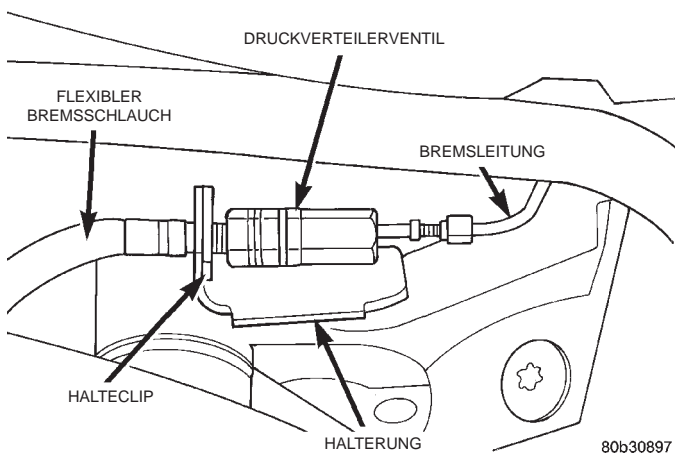

Abb. 60 Druckverteilterventil
(1) Fahrzeug mit einem am Rahmen anzusetzenden Wagenheber anheben oder gut abgestützt auf Unterstellböcke heben. Siehe Abschnitt zum Anheben des Fahrzeugs im Kapitel "Schmierung und Wartung" in diesem Werkstatthandbuch.
(2) Druckverteilterventil, Anschlüsse und Montagebereich von Verunreinigungen befreien.
(3) Das Druckverteilterventil (Abb. 60) von den Fahrgestellbremsleitungen lösen.
(1) Das Druckverteilterventil an den flexiblen Bremsschlauch der Hinterradbremse ansetzen und mit einem Anzugsmoment von 17 N·m (145 in. lbs.) festziehen.
(2) Die Fahrgestellbremsleitungen an das Druckverteilterventil anschließen (Abb. 60). Leitungsmutter mit einem Anzugsmoment von 17 N·m (145 in. lbs.) festziehen.
(3) Betroffene Bremsleitung entlüften. Für das richtige Verfahren zum manuellen Entlüften, siehe den Abschnitt zum Entlüften des Bremssystems im Abschnitt zu Einstellarbeiten in diesem Kapitel des Werkstatthandbuchs.
(4) Fahrzeug absenken.